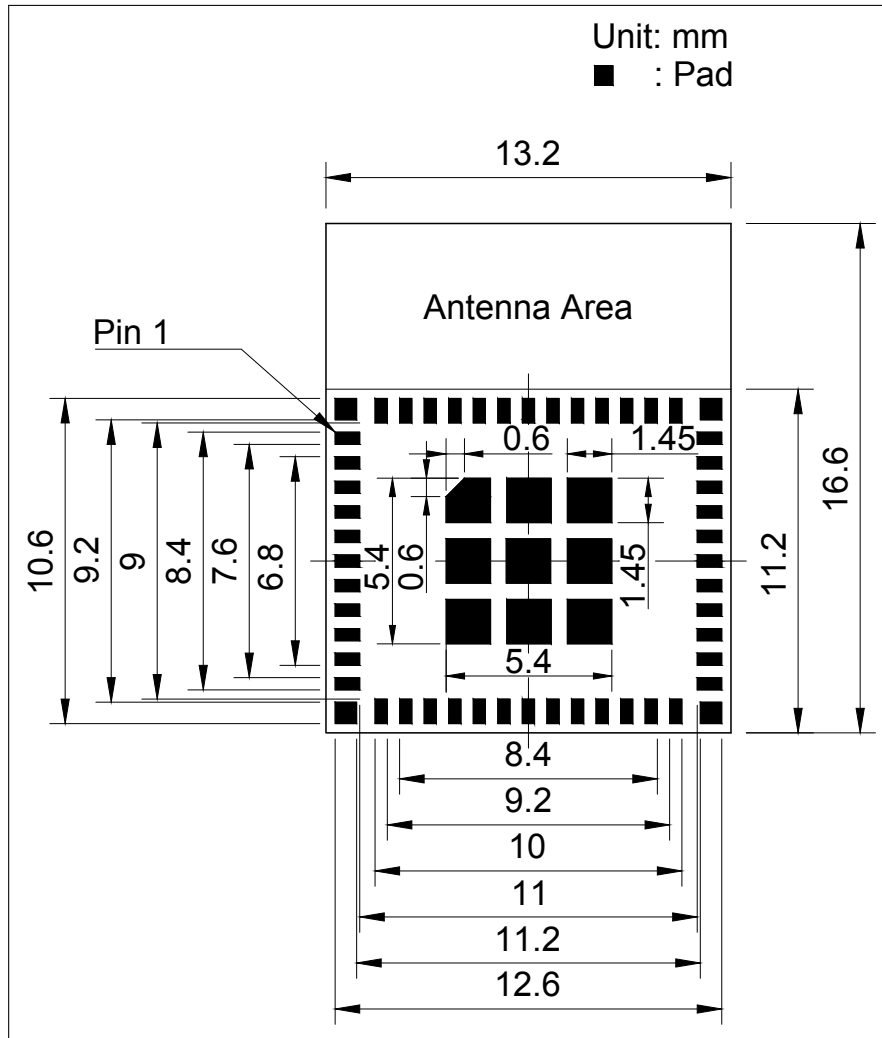
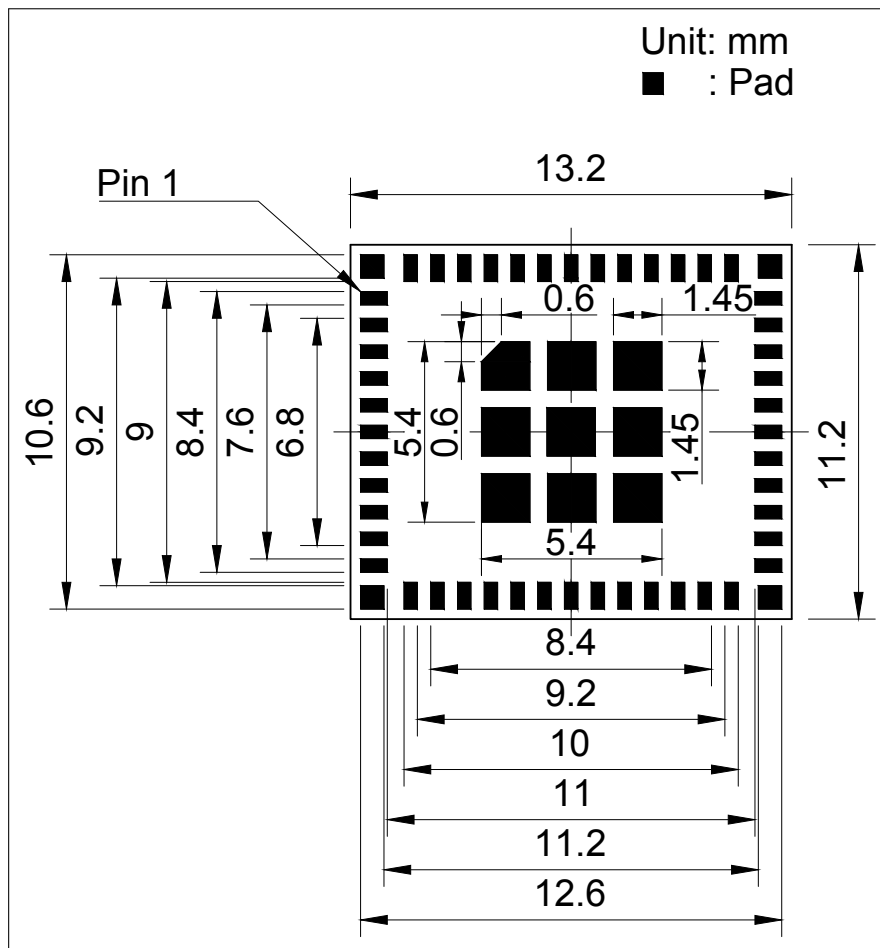

图 11: ESP32-PICO-MINI-02 推荐 PCB 封装图形
图 12: ESP32-PICO-MINI-02U 推荐 PCB 封装图形
- 推荐 PCB 封装图，标有 PCB 设计所需的全部尺寸。详见图 11 *ESP32-PICO-MINI-02 推荐 PCB 封装图形* 和图 12 *ESP32-PICO-MINI-02U 推荐 PCB 封装图形*。
- 推荐 PCB 封装图的源文件，用于测量图 11 和 12 中未标注的尺寸。您可用 Autodesk Viewer 查看 ESP32-PICO-MINI-02 和 ESP32-PICO-MINI-02U 的封装图源文件。